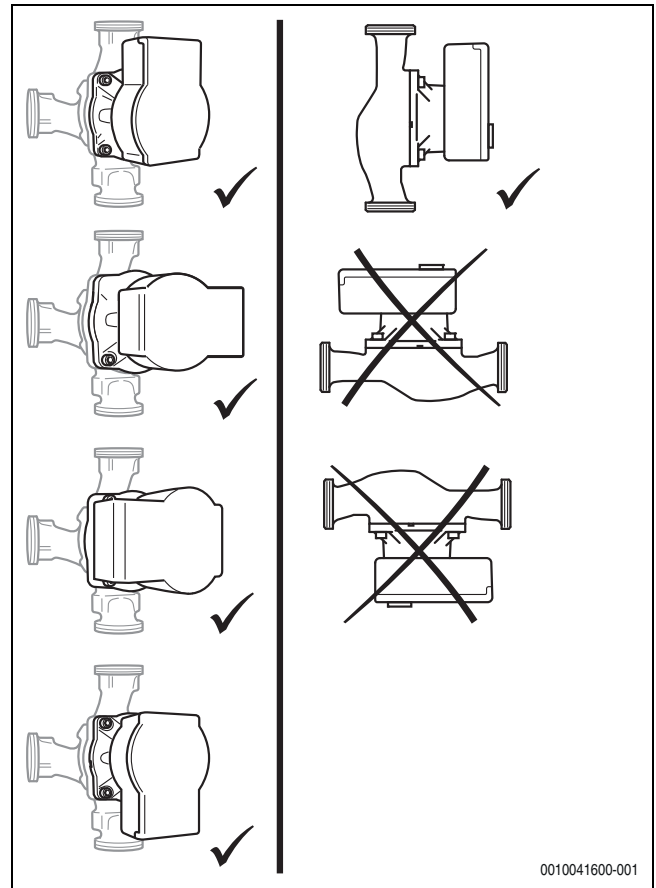

Bild 50 Zulässige Einbaulage
- Einbauort entsprechend der zulässigen Einbaulage (→ Bild. 50) auswählen.